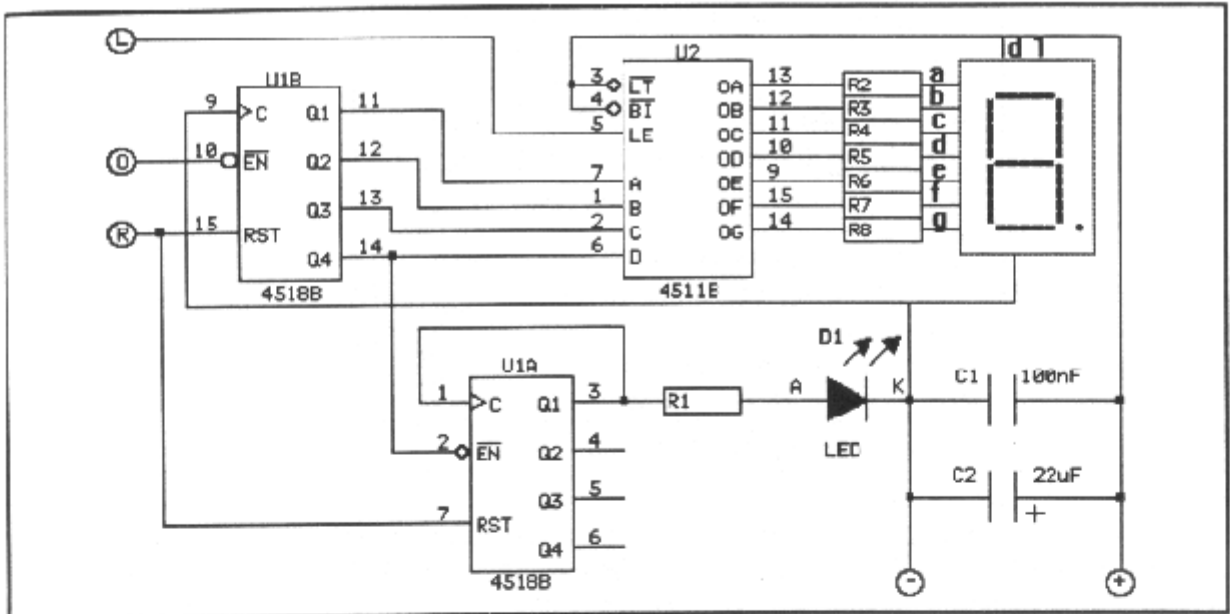

Fig.1 Schema aanpassing uitlezing NVRA counter.
Uit het 4553 IC (IC6) van de NVRA counter worden een aantal signalen naar de schakeling (zie fig. 1) geleid waarin zich twee 10-delers (IC1 4518) en een display driver (IC2 4511) bevinden. De overflow puls (pen 14 van IC6, (s) op NVRA-print) gaat naar de clock-ingang (O) van de eerste 10-deler. Via de uitgangen van de eerste 10-deler worden de ingangen van de display-driver gestuurd dat op zijn beurt het juiste cijfer op laat lichten. De reset-puls (pen 13 van IC6, (r) op NVRA-print) gaat naar de reset-ingang (R) van de beide 10 delers. De latch-puls (pen 10 van IC6) gaat naar de latch-ingang (L) van de display-driver. Een overflow indicatie wordt verzorgd door de tweede 10-deler, indien meer dan 10 pulsen geteld zijn zal de LED oplichten. De waarden voor de weerstanden R1 t/m R8 zijn afhankelijk van de werkspanning van de NVRA counter, bij 10 volt 820 ohm en bij 12 volt 1000 ohm.